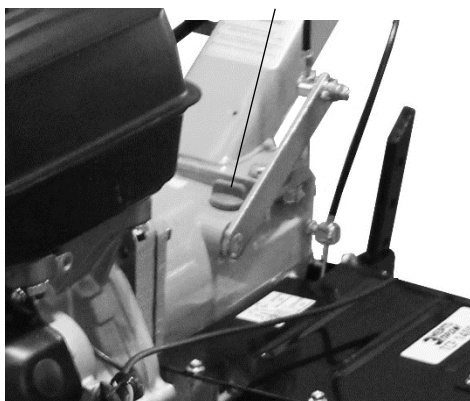

Рис. 22
4. В маслозаливное отверстие (см. рис. 22) вставьте подходящую воронку и залейте 2,5 л рекомендованного трансмиссионного масла.